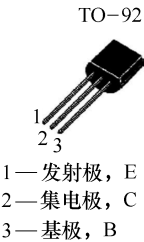

图 5-30 H945 技术参数
1) H945 技术参数如图 5-30 所示，供维修和代换时参考。